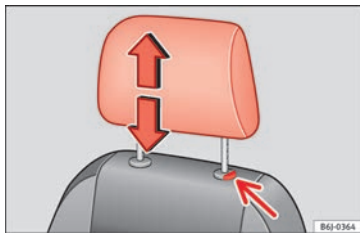

Fig. 124 Réglage ou démontage de l'appuie-tête.
- Appuyez sur le bouton » **fig. 124** (flèche).